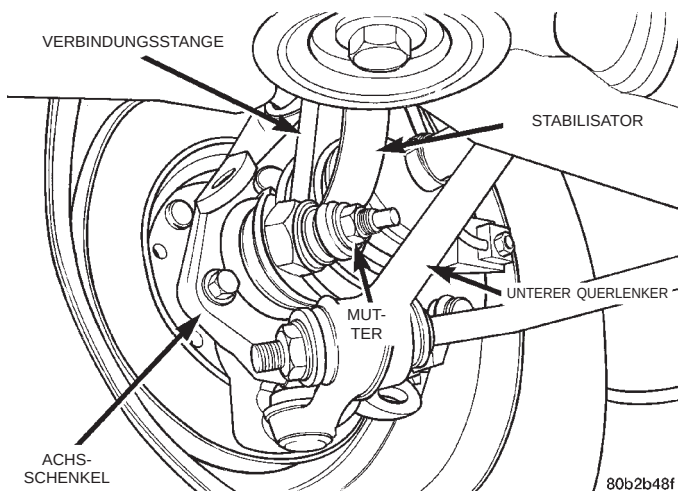

Abb. 51 Linke Verbindungsstange/Stabilisator
(5) Die Mutter abschrauben, mit der die linke Verbindungsstange/Stabilisator am Stabilisator montiert ist. Verbindungsstange vom Stabilisator abbauen (Abb. 51).
(6) Die Mutter des rechten Spurstangenkopfes am Spurbelockern, aber nicht abschrauben. Dann
(8) Linke Verbindungsstange an der linken Seite des Stabilisators montieren (Abb. 51). Befestigungsmutter aufschrauben und mit einem Anzugsmoment von 95 N·m (70 ft. lbs.) festziehen.